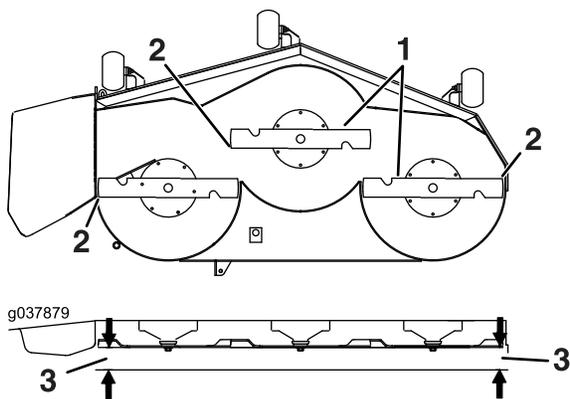

Рисунок 85
6. Измерьте расстояние от конца ножа до плоской поверхности (Рисунок 85). Если результаты обоих измерений отличаются более чем на 5 мм, отрегулируйте выравнивание по горизонтали; продолжайте выполнять эту процедуру.
14. Осторожно поверните ножи, чтобы расположить их в поперечном направлении (Рисунок 85).